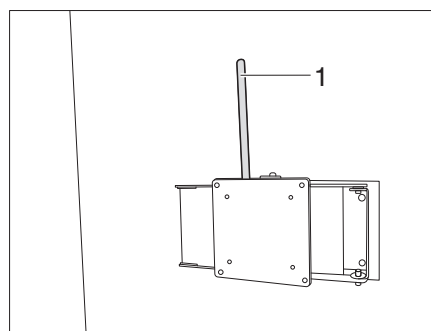

Fig. 140 Supporto con braccio snodato (variante 4)
- Tirare per la leva (Fig. 140,1).
- Riportare la leva (Fig. 140,1) di arresto in posizione iniziale.